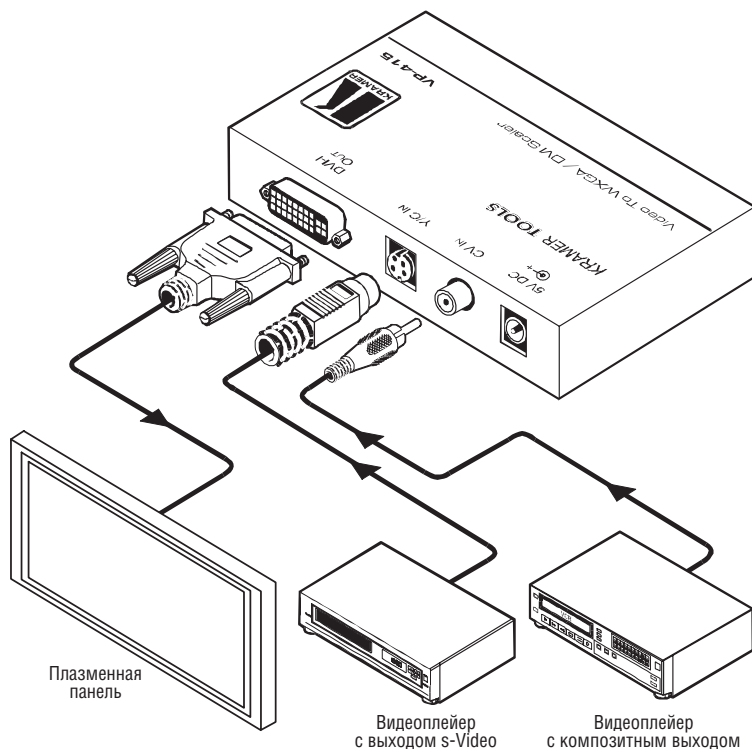

Рис. 7. Подключение источников и приемника сигнала к масштабатору VP-415
Для подключения к **VP-415** источников и приемника сигнала (рис. 7):
4. Подключите выход источника питания к разъему питания *5V DC*, а источник питания вставьте в розетку электросети (не показана на рис. 7).